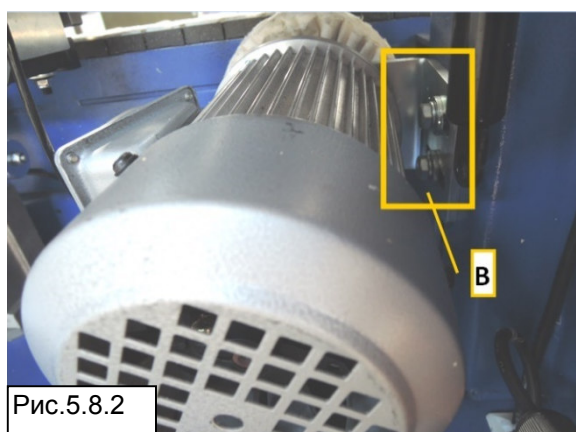

Рис. 5.8.2
2. Ослабьте стопорный винт **B** (Рис. 5.8.2).
3. Установите узел в нужное положение и/или наклоните его. После этого затяните винт **B** (Рис. 5.8.2).